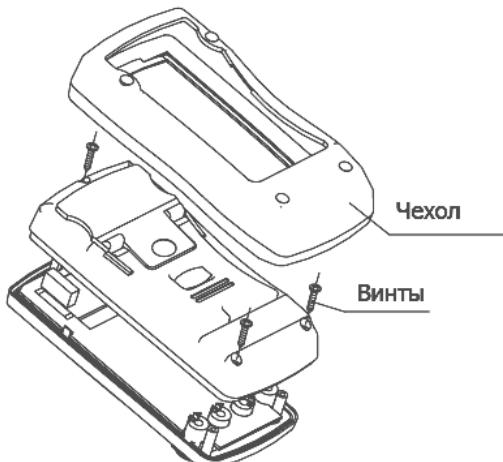

Рис. 26
B. Замена предохранителей (См. рис. 26)